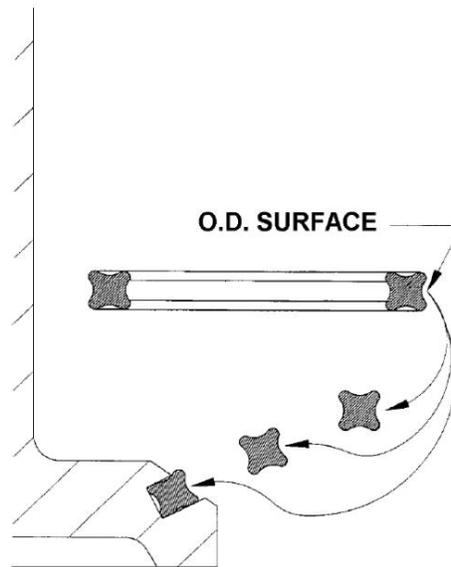

Figura 2
- 7.3 Inserte el sello cuádruple en el vástago. Consulte la Figura 2.